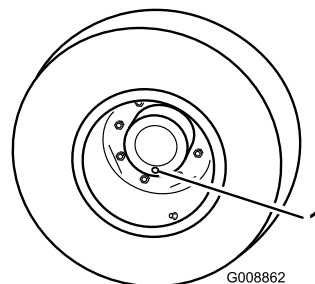

Figura 67
1. Com a máquina numa superfície nivelada, posicione a roda de forma a que o tampão de verificação/escoamento se encontre na sua posição mais baixa (6 horas) (Figura 67).